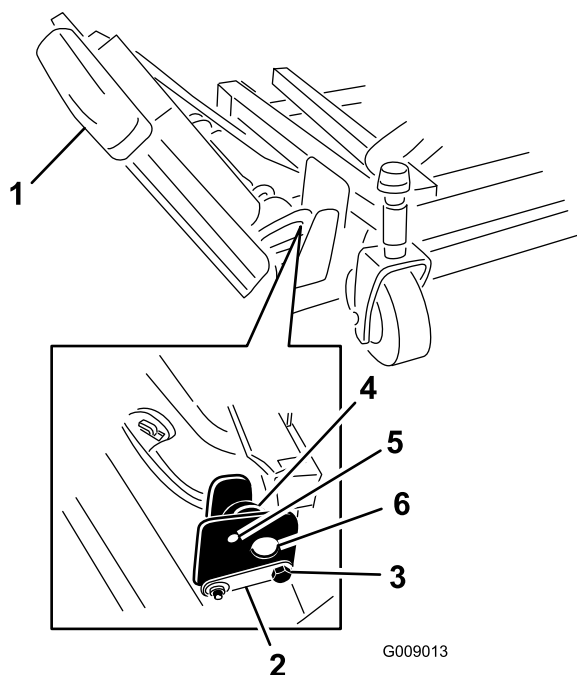

Bild 3
1. Nehmen Sie die Muttern ab, mit denen die vorderen und hinteren Anschlagschrauben an den Befestigungen des rechten Flügelmähwerts befestigt sind (Bild 3).
hinteren Anschlagschrauben aus den Mähwerkbefestigungen heraus (Bild 3).